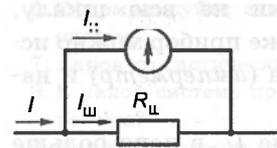

Рис. 3.1
Пусть сопротивление шунта $R_{ш}$ (рис. 3.1), а внутреннее сопротивление измерительного прибора r .
Из рис. 3.1 видно, что $I = I_H + I_{ш}$. Так как $I_H r = I_{ш} R_{ш}$, то:
4. При включении амперметра с шунтом в цепь подводящие провода можно присоединить непосредственно к клеммам измерительного прибора или к шунту (точки A и B на рис. 3.1). Какое включение предпочтительнее? Почему?